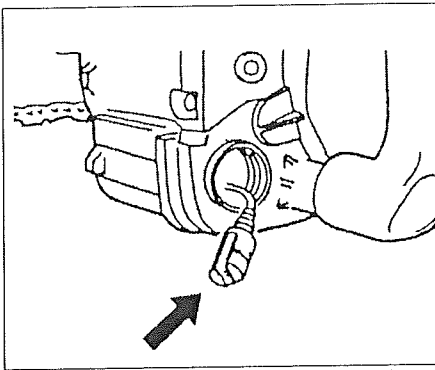

Fig.3-7
**Fuel filter (Fig. 3-7)**
**Nettoyage du filtre à carburant (Fig.3-7)**
**Filtro del carburante (Fig. 3-7)**
**Kraftstofffilter (Fig. 3-7)**
**Filtro de combustible (Fig. 3-7)**
**Bränslefilter (Fig. 3-7)**